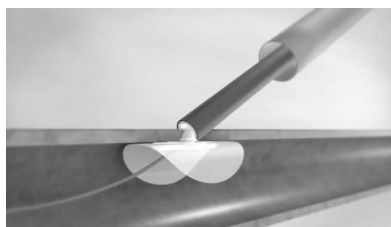

Figure 13. Position de la tamponnade, implant juxtaposé à l'artériotomie.
- b. Continuer à retirer le dispositif d'une graduation et demie (soient trois graduations et demie au total). À ce stade, une légère résistance tactile pourra être ressentie. Elle correspond à l'ancrage de l'implant contre la lumière interne de la paroi artérielle. Il s'agit là de la position de tamponnade. L'implant contrôle désormais les saignements provenant de l'artériotomie. Figure 13.